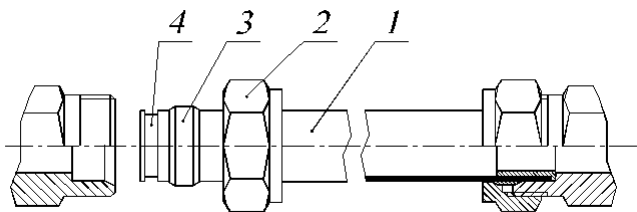

Рис.6. Соединение нагревательных элементов конвектора.
- 5.4. При помощи медных труб 15×1 и обжимных фитингов из комплекта монтажных частей, соединить нагревательные элементы секций (рис.6). Для этого необходимо через отверстие в корпусе вставить трубки в патрубки нагревательных элементов, закрутить гайки рукой до упора, после этого гаечным ключом завернуть гайки на $1\frac{1}{4}$ оборота.